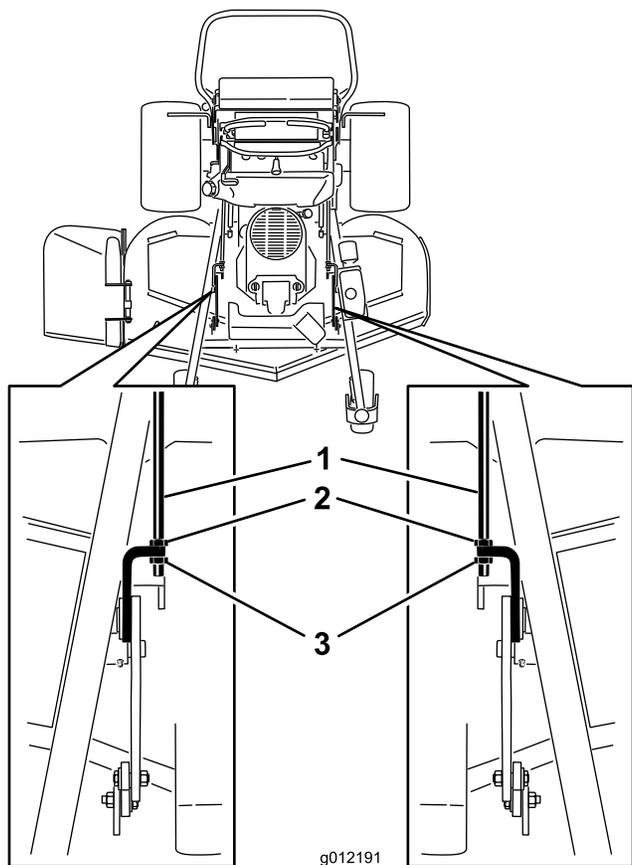

図 87
3. 調整ロッドの前後についているナットを両方ともゆるめる 図 87。
注 刈り込みデッキの重量を3個の角材全部で確実に受けてください 図 87。
6. 寸法が正しくない場合には、前後どちらかのナットを使って正しく調整する 図 87。